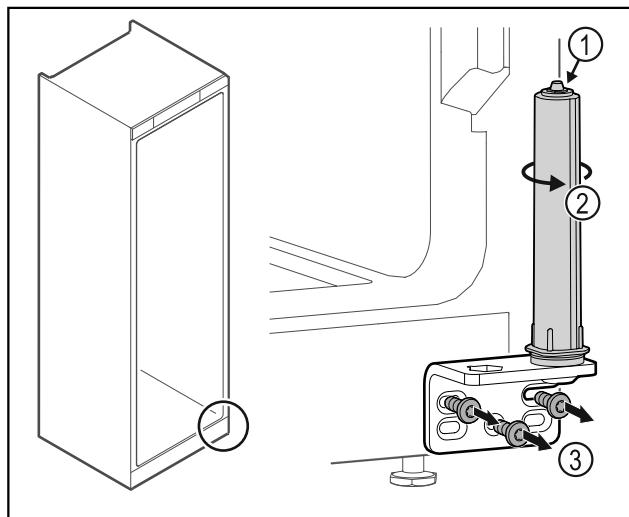

Fig. 38
- ▶ Ne rastavljajte sustav zatvaranja vrata Fig. 38 (1).
- ▶ Okrećite sustav zatvaranja Fig. 38 (2) dok ne klikne.
- ▶ Odvrnite kutne šarke Fig. 38 (3).